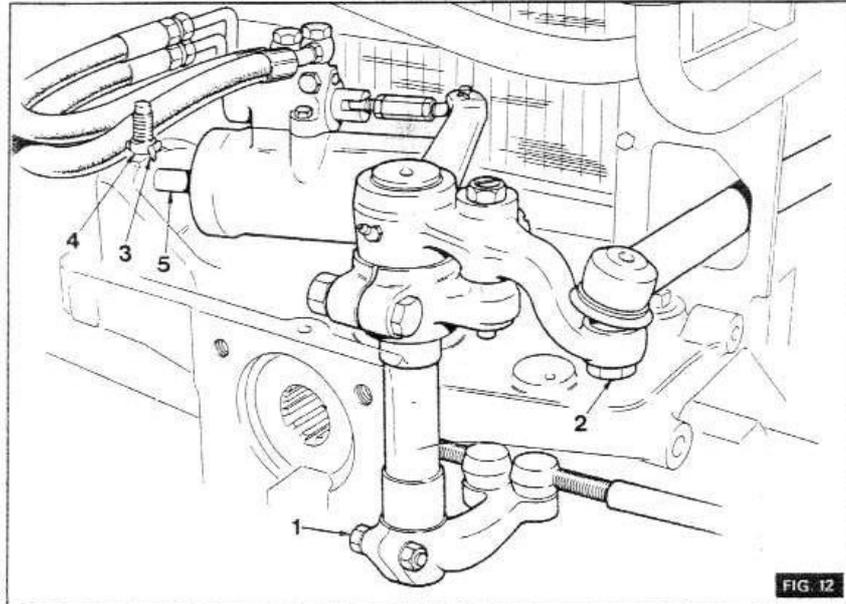

FIG. 12
- 3 - (figure 12) - Retirer la goupille (3) et extraire l'axe (4).
- 4 - (figure 12) - Dévisser l'écrou (2) et chasser la rotule.